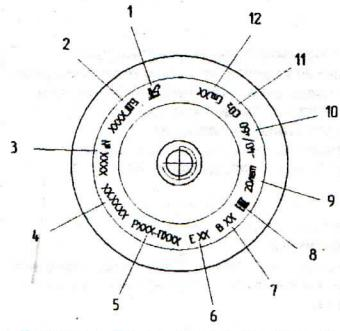

Рисунок 1 – Пример маркировки баллона
4.1 Огнетушитель (рис.1) состоит из корпуса 5, наполненного двуокисью углерода. На горловине закреплено запорно-пусковое устройство 1. ЗПУ оснащено ручкой для управления подачей двуокиси углерода.
На верхней сферической части каждого баллона нанесена маркировка (смогите рис. 1), содержащая следующую информацию: